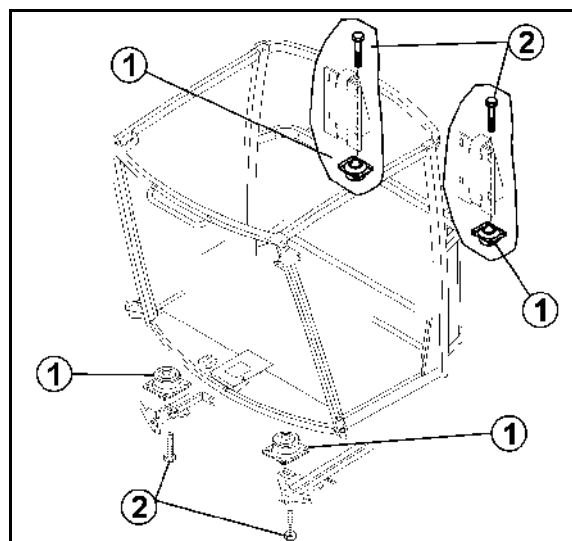

Fig. 183
1. Deschideți acoperirea (Fig. 183/1) la acoperișul cabinei stânga.
2. Deblocați, extrageți și înlocuiți filtrul (Fig. 183/2).